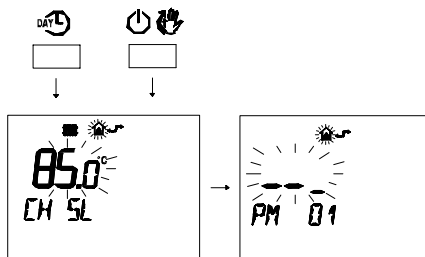

Figura 5.74
- Premere contemporaneamente i pulsanti e per entrare nella programmazione trasparente (Figura 5.74).